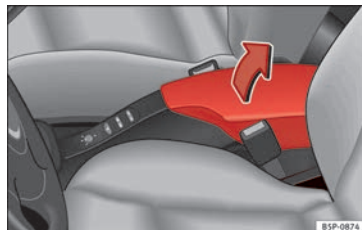

Fig. 84 Bracciolo anteriore con un unico scomparto portaoggetti.
- Per aprire il vano portaoggetti bisogna premere il tasto del bracciolo nella direzione della freccia » **fig. 84** e sollevare lo sportello.